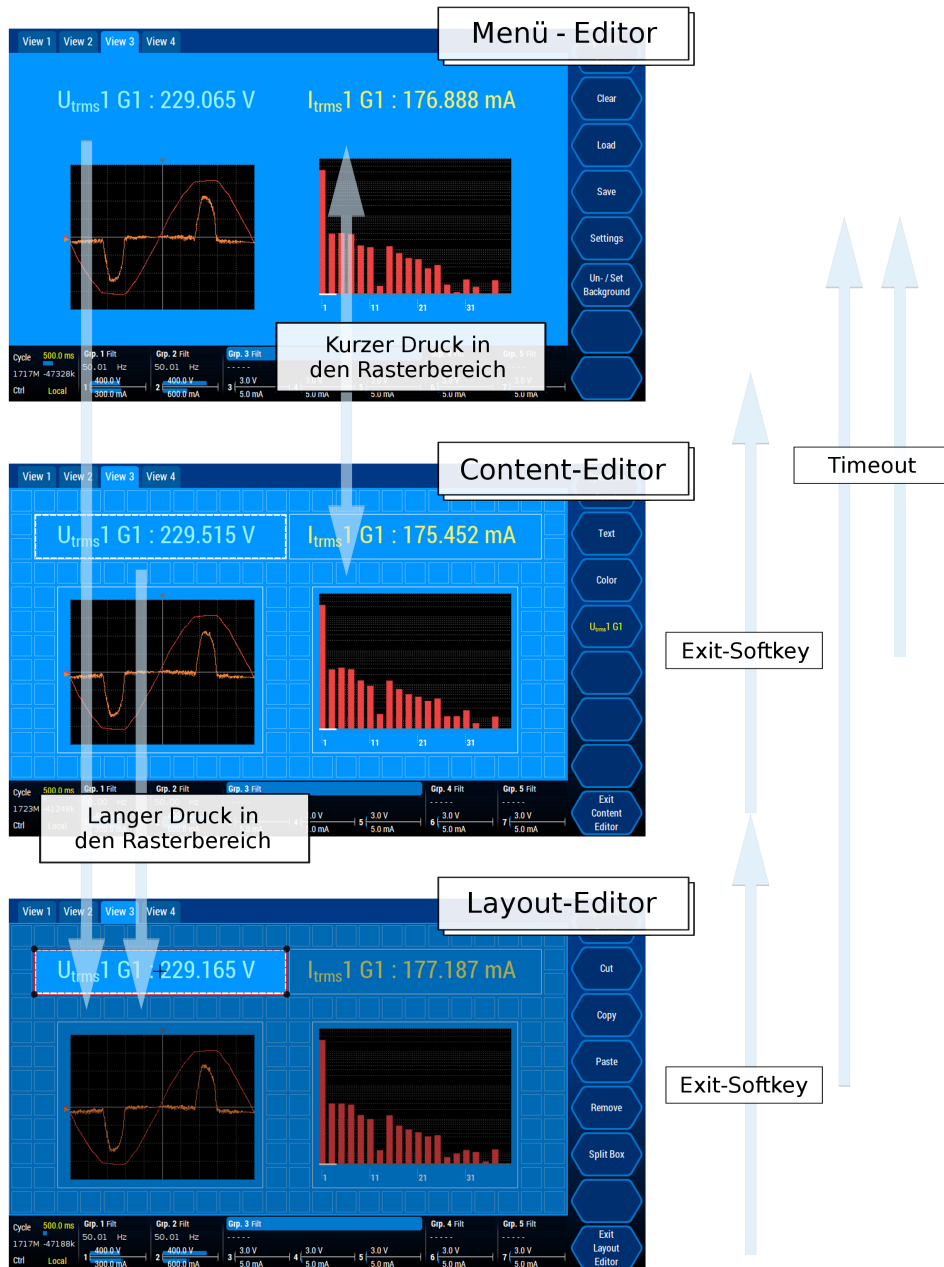

Abbildung 7.15: Die verschiedenen Editierlevel des Custom-Menüs.
Das Menü hat verschiedene Editierlevel für spezifische Aufgaben wie das Layout editieren oder neue Inhalte hinzufügen. Abbildung 7.15 [→169] beschreibt die Navigation zwischen diesen Leveln. Nachfolgend wird davon ausgegangen, dass der oberste Softkey (<**Mode**>) auf „Edit“ eingestellt ist. Dies ist die Einstellung bei der das Menü editiert werden kann. Bei Umschaltung auf „View“ wird in den Ansichtsmodus umgeschaltet. Dieser erlaubt eine sichere Benutzung des Menüs und versehentliche Veränderungen werden vermieden.
- Der **Menüeditor** (Siehe Abbildung 7.15 [→169] oben). Hier ist das Gitter nicht sichtbar. Die Softkeys bieten das gesamte Menü beeinflussende Funktionen an; z.B. Laden, Speichern und Hintergrundbild setzen.
- Ein kurzer Druck aktiviert den **Inhaltseditor** (Siehe Abbildung 7.15 [→169] Mitte). Hier wird das Raster mit allen definierten Zellen samt Inhalt angezeigt. Ein kurzer Druck auf die aktuell
- Ein langer Druck auf das Raster (im Menüeditor oder im Inhaltseditor) aktiviert den **Layouteditor**. Dieser erlaubt es, das Layout oder den Inhalt zu bearbeiten (Siehe Abbildung 7.15 [→169] unten). Hier ist die markierte Zelle hervorgehoben und der Rest abgedunkelt. Durch Drücken im abgedunkelten Bereich kann jede Zelle hervorgehoben werden, um mit ihr zu arbeiten. Auf diesem Level bieten die Softkeys Funktionen an, um Inhalte zu entfernen (**<Remove>**) und innerhalb dieses Menüs zu kopieren (**<Copy>**), auszuschneiden (**<Cut>**) und einzufügen (**<Paste>**). Desweiteren können große Zellen mit **<Split Cell>** entfernt werden. Nach einem Timeout von etwa 30 Sekunden wird automatisch in den Menüeditor zurück gewechselt (siehe Abbildung 7.15 [→169] oben). Mit **<Exit Layout Editor>** wird zum Inhaltseditor gewechselt (siehe Abbildung 7.15 [→169] mitte).